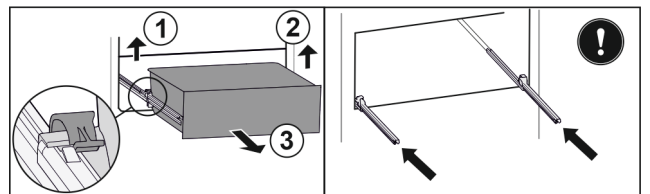

Fig. 129
- ▶ Levante la brida izquierda y, simultáneamente, tire de la parte izquierda del cajón hacia adelante. Fig. 129 (1)
- ▶ Levante la brida derecha y, simultáneamente, tire de la parte derecha del cajón hacia adelante. Fig. 129 (2)
- ▶ Extraiga el cajón hacia adelante. Fig. 129 (3)